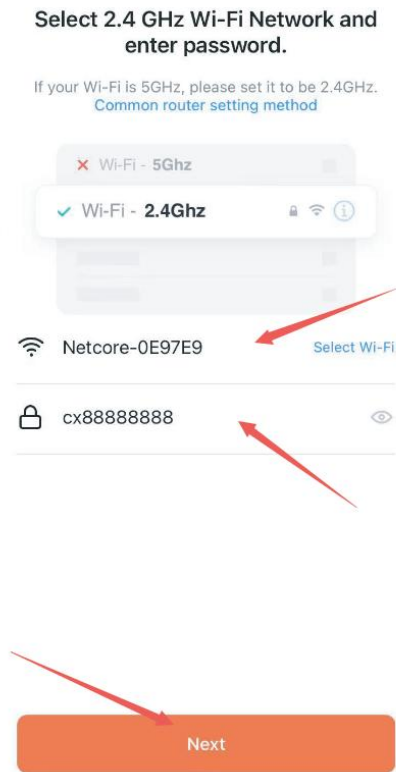

imagen A-3
3. Introduce la contraseña del WiFi y confirma, como se muestra en la imagen A-3.